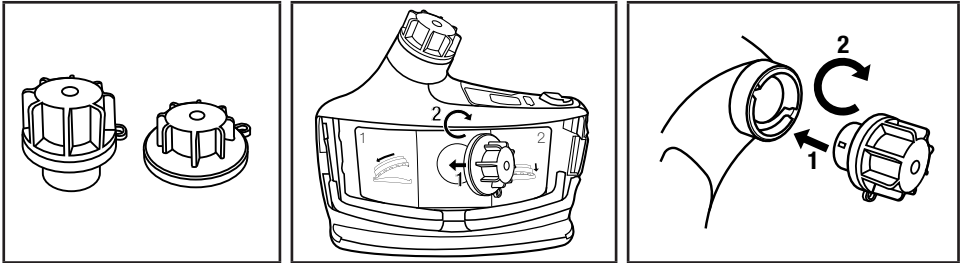

Fig. 16 Pose des couvercles de nettoyage et d'entreposage du souffleur à moteur
- Si un nettoyage additionnel est requis, retirer le filtre ou la cartouche et le tuyau de respiration. Pour que le moins de matière possible tombe dans le souffleur à moteur, enlever le tuyau de respiration (Fig. 12) et le filtre ou la cartouche (Fig. 6) lorsqu'ils sont tournés vers le bas. Retirer la pile. Poser les obturateurs de nettoyage et d'entreposage dans les orifices d'entrée et de sortie (trousse de nettoyage et d'entreposage TR-653 3M^{MC}) sur le respirateur TR-600 (Fig. 16). Le respirateur TR-600 peut alors être rincé sous l'eau courante, immergé ou mis dans une machine à laver pour respirateurs pour un nettoyage plus en profondeur. La température de l'eau ne doit pas dépasser 50°C (122°F). S'assurer, avant chaque utilisation, que les joints d'étanchéité des obturateurs ne sont pas usés ou endommagés. Remplacer les joints d'étanchéité usés ou endommagés. Le fait de laver le respirateur TR-600 lorsque les joints d'étanchéité des obturateurs sont endommagés peut le détériorer et annuler la garantie. Ne pas immerger ni mettre dans une machine à laver les souffleurs qui sont tombés par terre ou qui ont été endommagés.